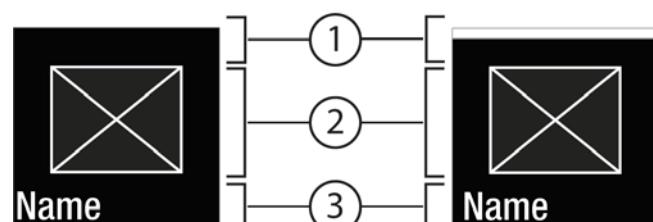

Fig. 6
- Установка нового значения: С помощью Подтвердить Fig. 5 (2) выбрать деактивированное значение Fig. 6 (1).
- Назад в меню: С помощью Подтвердить Fig. 5 (2) выбрать уже активированное значение Fig. 6 (2).
- ▷ Состояние: активировано Fig. 6 (1) появляется недолго в Подменю Fig. 7 (4).